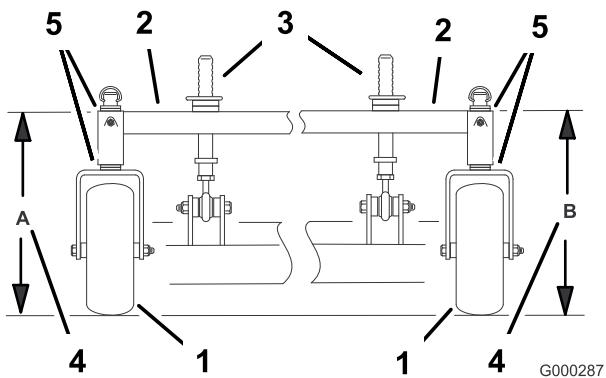

Figura 65
4. Mida la altura del bastidor de tiro en la posición **A** (Figura 65).
5. Mida la altura del bastidor de tiro en la posición **B** (Figura 65).